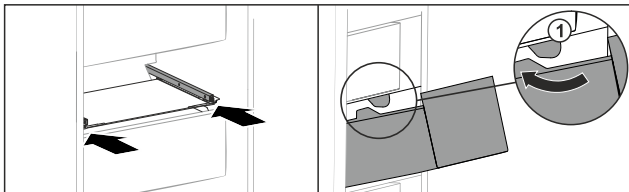

Fig. 147
- ▶ Обведите выдвижной ящик вокруг стопора Fig. 147 (1).